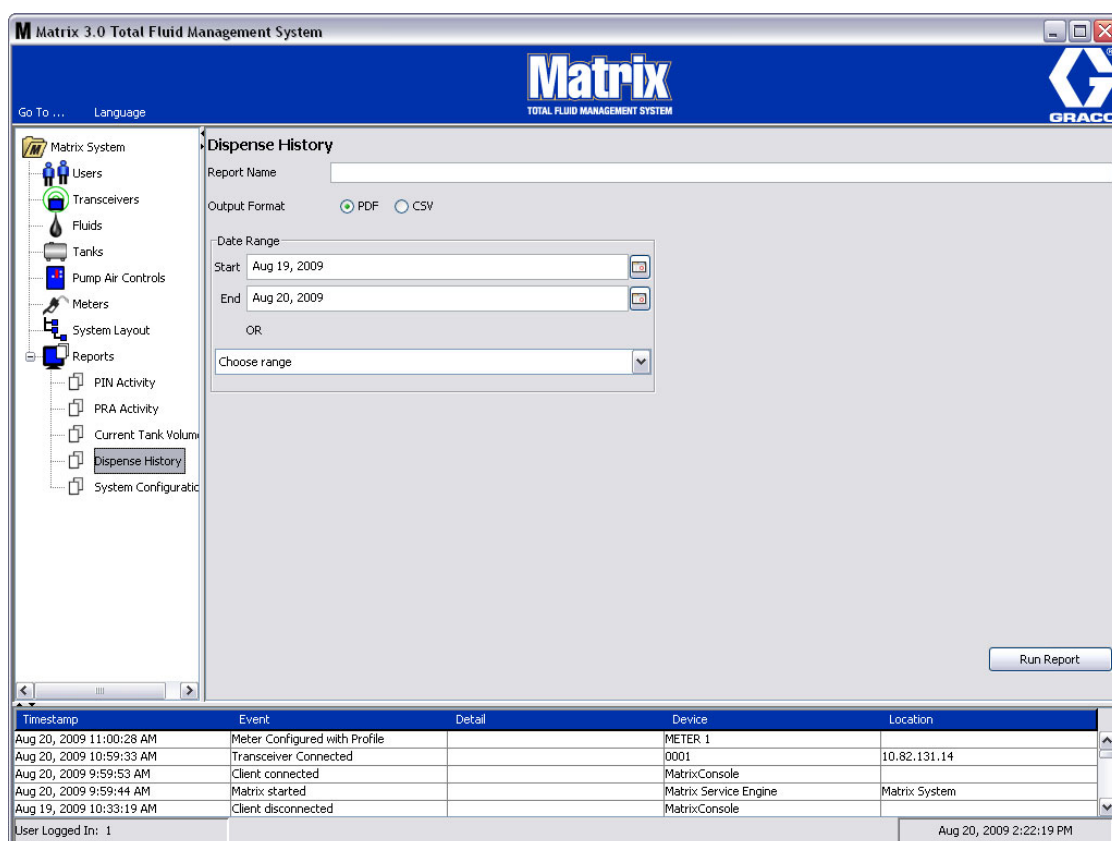

FIG. 107
- Historique de distribution (FIG. 107)